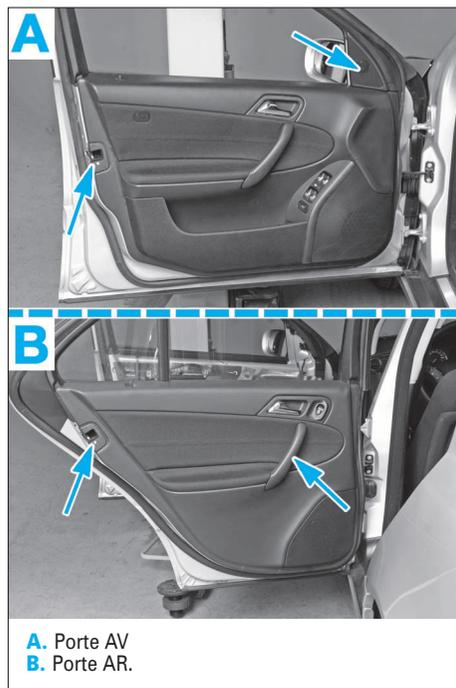

FIG. 44
- les recouvrements de garniture (Fig.44).